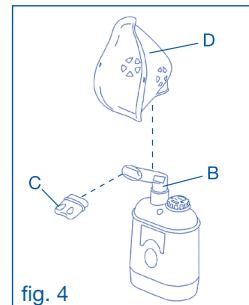

fig. 4
- 4.** Sedetevi comodamente tenendo in mano il nebulizzatore, appoggiate il boccaglio (B) alla bocca oppure utilizzate il nasale (C) o la mascherina (D) o (E) (fig. 4).